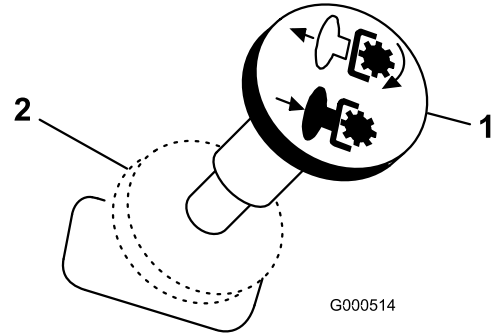

Figura 13
4. Tire del mando de la toma de fuerza (PTO) para engranarla (Figura 13).
Para desengranarla, empuje el interruptor de la toma de fuerza a la posición de Desengranado (off) (Figura 13).